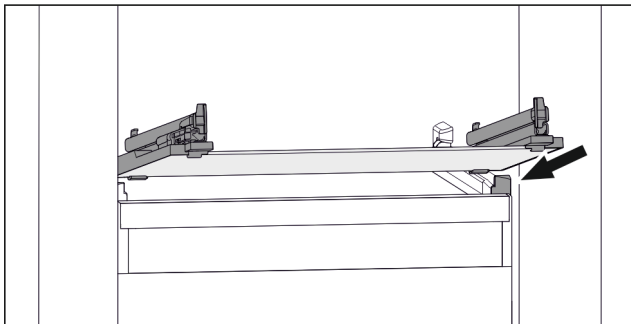

Fig. 63 Rappresentazione esemplificativa del ripiano in vetro
- ▶ Applicare il ripiano in vetro obliquamente dietro i fermi. (vedere Fig. 63)